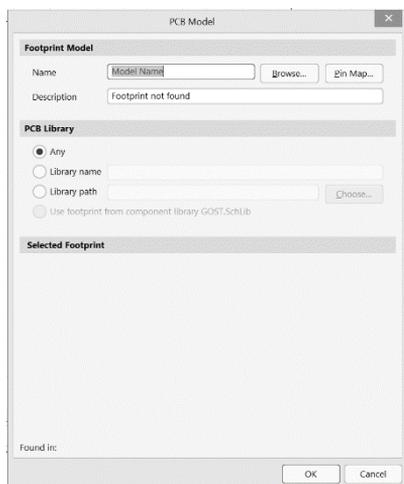
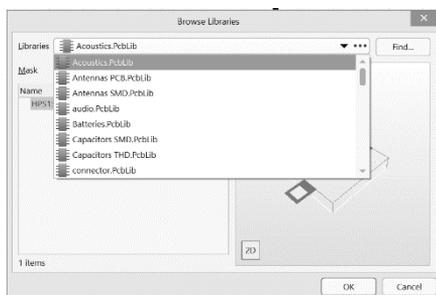

Рис. 3.23. Окно PCB Model без введённой информации о посадочном месте
Рис. 3.24. Окно «Browse Libraries»
2. Далее работаем с окном PCBModel (см. рис. 3.23): клавишей «Browse...» вызывается окно «BrowseLibraries» (см. рис. 3.24)